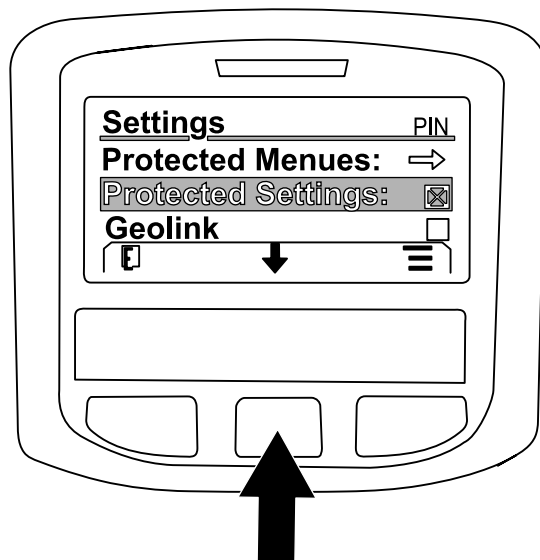

图 229
7. 按中间按钮可导航至 GEOLINK 选项然后按右按钮可设置该选项图 229。